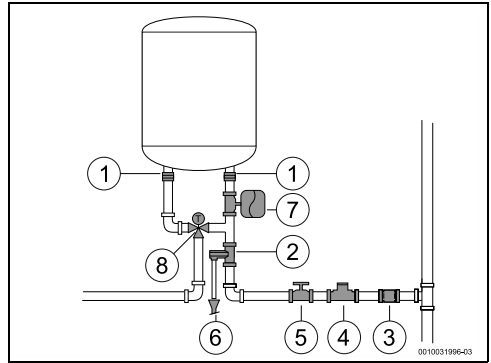

Fig. 11 Toma de agua
- ▶ Cerrar la válvula de cierre de agua (→ fig. 11, [5]).
- ▶ instalar una válvula de reducción de presión (Fig. 11, [4]). La válvula diferencial se activará siempre que la presión del agua en el aparato sea superior a 8 bar ($\pm 0,5$ bar), en este caso deberá existir la posibilidad de desviar el agua.
- ▶ instalar un vaso de expansión (Fig. 11, [7]) para evitar que la válvula diferencial se abra con tanta frecuencia. El volumen del vaso de expansión debe ser equivalente al 5% del volumen del dispositivo.